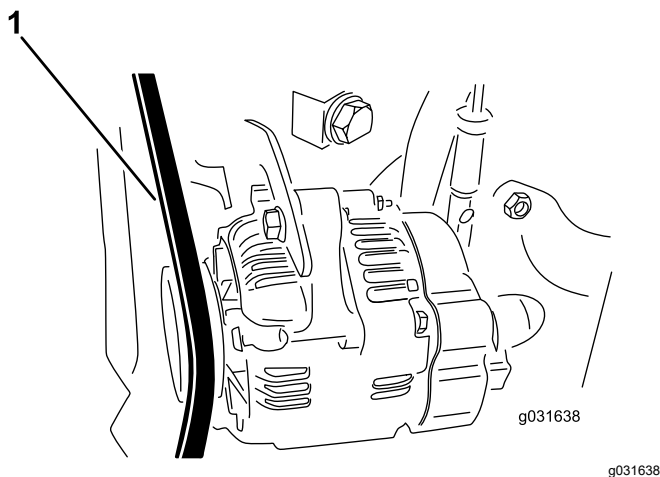

Figura 60
2. Aplique una fuerza de 30 N a la correa del alternador, en el punto intermedio entre las poleas (Figura 60).